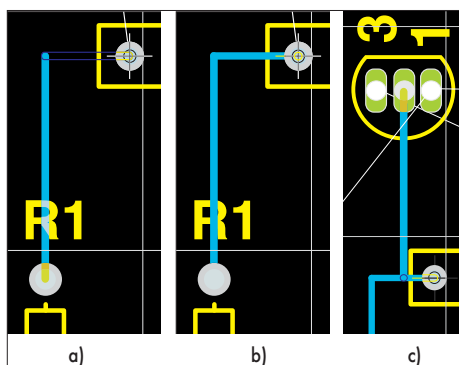

Рис. 6. Прорисовка проводника с предсказанием
- Наведем указатель мыши на левый вывод конденсатора C1 и выберем режим прорисовки, показанный на рис. 6а. Система подскажет нам оптимальную форму проводника при ортогональной трассировке.
- Выполним один щелчок левой кнопкой мыши, чем завершим прорисовку первого сегмента проводника (рис. 6а).
- Выполним еще один щелчок левой кнопкой мыши для закрепления концов второго сегмента (рис. 6б).
- Наведем указатель мыши на левый вывод конденсатора и нажатием клавиши Spacebar выберем режим рисования проводников, как показано на рис. 6с.